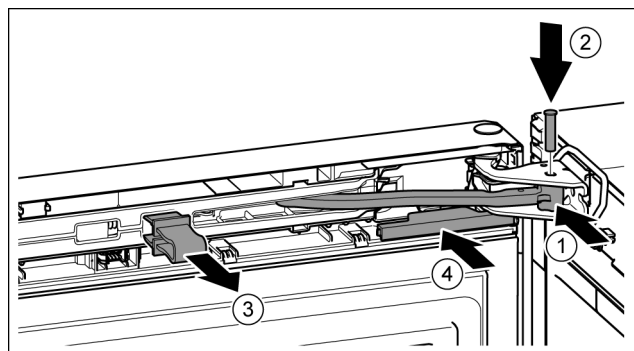

Fig. 42
- ▶ 铰链转入托架。 Fig. 42 (1)
- ▶ 将螺栓插入托架和铰链。同时注意止动凸轮需正确地处于凹槽中。 Fig. 42 (2)
- ▶ 取下保险装置。 Fig. 42 (3)
- ▶ 插入盖板。 Fig. 42 (4)